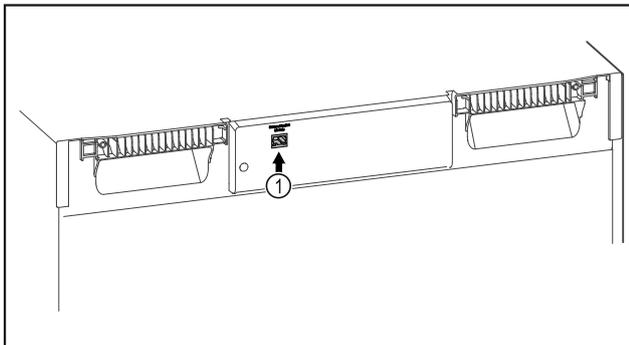

Fig. 114
- ❑ SmartModule Fig. 114 (1) ist eingesetzt.